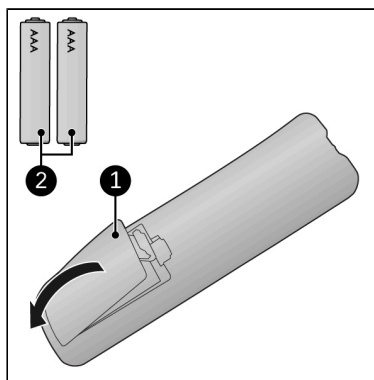

Figure 118.
1. Avlägsna batterilocket (Figure 118, pos. 1).
2. Sätt i två batterier (AAA 1,5 V) (Figure 118, pos. 2) i enlighet med markeringen i batterifacket. Säkerställ att batterierna är korrekt isatta.